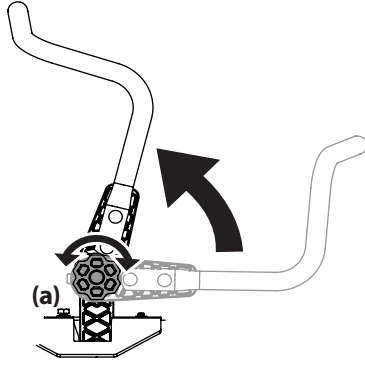

Figure 13
- Tournez le bouton (a) vers la gauche pour le desserrer. Voir Figure 13.
- Tournez le bouton vers la droite pour fixer la barre de conduite. Voir Figure 13.